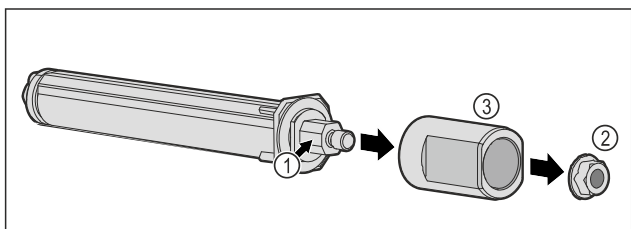

Fig. 58
- ▶ Neizjauciet durvju slēgšanas sistēmu Fig. 58 (1).
- ▶ Noņemiet uzgriezni Fig. 58 (2).
- ▶ Noņemiet čaulu Fig. 58 (3).